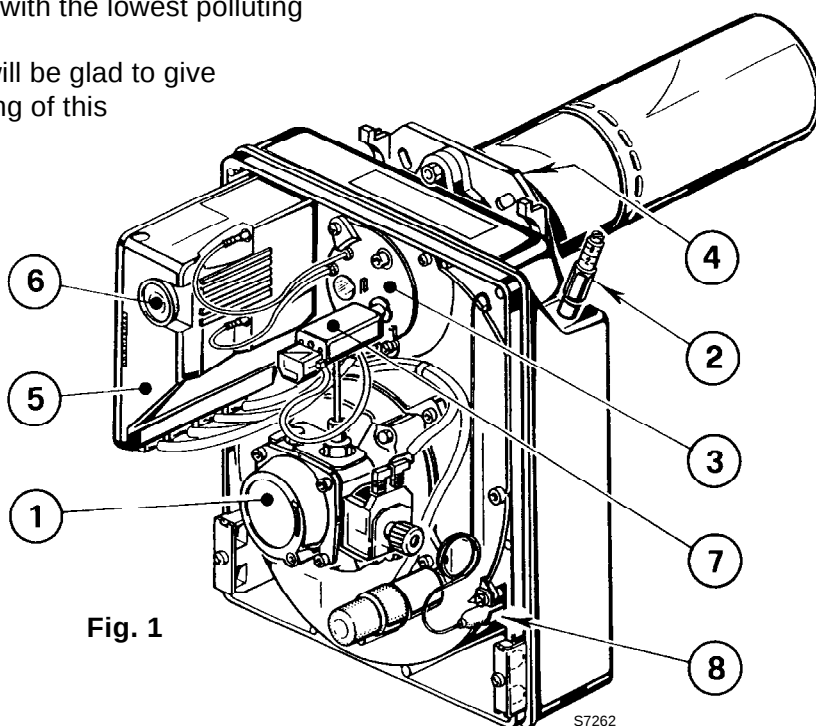

Fig. 1
- Effectuer le nettoyage du détecteur flamme (7, fig. 1, page 1).
Un défaut, dans la grande majorité des cas, se traduit par l'allumage du signal sur le bouton de réarmement manuel de la boîte de commande et de contrôle (6, fig. 1, page 1).